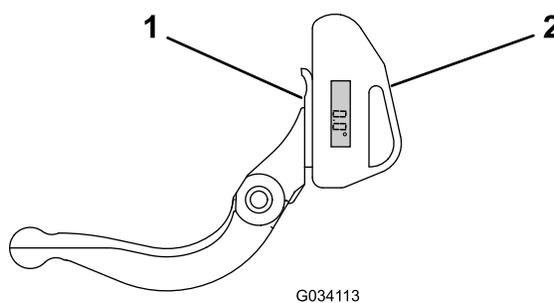

Figure 21
1. Placez l'indicateur d'angle sur la face inférieure de la contre-lame, comme montré à la Figure 21.